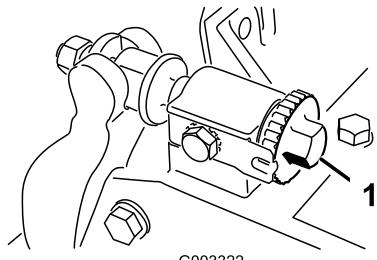
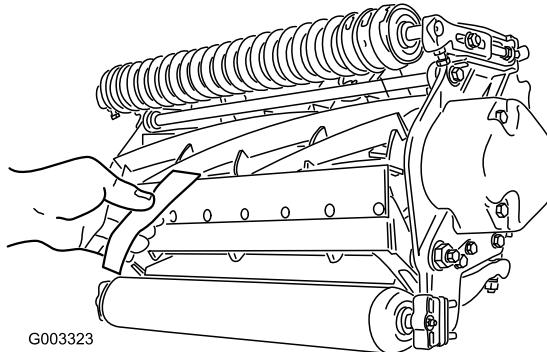

Figura 16
Figura 17
- Coloque a máquina numa superfície de trabalho plana e nivelada. Não deixe que haja contacto com o cilindro, rodando os parafusos de ajuste da barra de apoio no sentido contrário ao dos ponteiros do relógio (Figura 16).
**Importante:** Certifique-se de que as porcas nos parafusos da extremidade traseira da barra de apoio não estão apoiadas na superfície de trabalho (Figura 16).
- Numa das extremidades do cilindro, introduza uma tira de jornal entre o cilindro e a lâmina de corte (Figura 17). Enquanto roda ligeiramente o cilindro para a frente, rode o parafuso de ajuste da barra de apoio (Figura 16) no sentido dos ponteiros do relógio na mesma extremidade do cilindro, uma posição de cada vez, até que o papel esteja ligeiramente apertado, quando inserido pela parte dianteira, paralela à lâmina de corte. Quando puxar o papel, sentirá uma ligeira pressão.
- Depois de ajustar, verifique se o cilindro aperta o papel quando este for inserido pela frente e se corta o papel quando este for inserido num ângulo recto, relativamente à lâmina de corte (Figura 17). Deve ser possível cortar o papel ao mínimo contacto com a lâmina de corte e as lâminas do cilindro. Se for evidente contacto/pressão excessivos será necessário voltar a polir a unidade de corte para obter pontas afiadas, imprescindíveis para um corte de precisão (consulte o manual de afinação de cilindros e cortadores rotativos Toro, Formulário Nº 80-300PT).